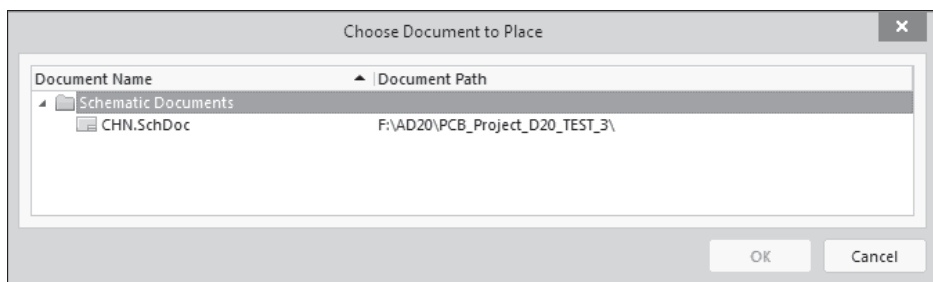

Рис. 4.18. Назначение исходного схемного документа для преобразования в символ
4. Командой **Design | Create Sheet Symbol From Sheet** (Образовать символ листа из листа [схемы]) образовать иерархический схемный символ, за которым будет «спрятано» заданное число копий схемы канала. Откроется диалоговое окно, в котором следует выбрать каналный схемный документ для преобразования его в иерархический символ (рис. 4.18). Щелчком на кнопке **OK** запустить преобразование.
- в открывающемся окне, в точности повторяющем окно, показанное на рис. 4.18, выбрать имя схемного документа, подлежащего преобразованию;